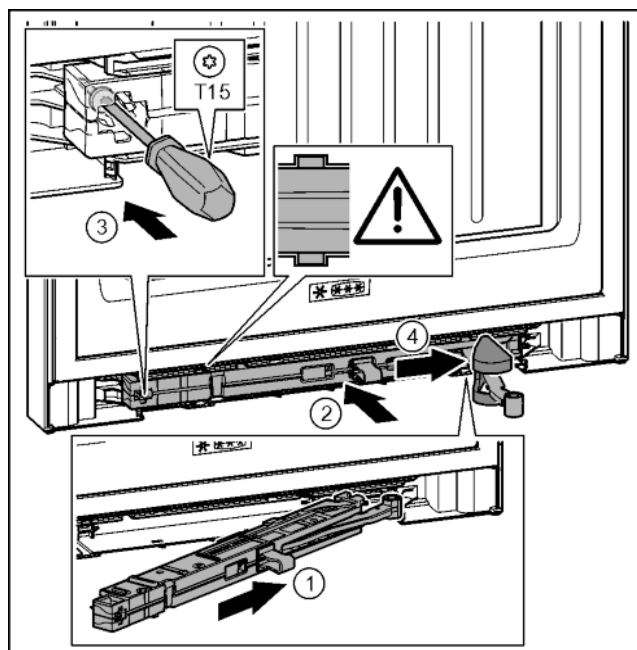

Fig. 44
- ▶ Amortyzator zamykania drzwi po stronie płytki zawiasu wsunąć ukośnie w zagłębienie aż do oporu. Fig. 44 (1)
- ▶ Amortyzator zamykania drzwi wsunąć całkowicie w zagłębienie. Fig. 44 (2)
- ▶ Śrubę przykręcić przy pomocy śrubokręta T15. Fig. 44 (3)
- ▶ Osłonę wsunąć na przegub. Fig. 44 (4)